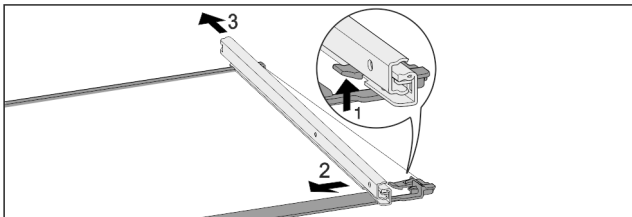

Fig. 120 Placa de sticlă cu șine
- ▶ Apăsați în sus cârligul de blocare frontal. Fig. 120 (1)
- ▶ Îndepărtați șinele de extragere prin împingere în lateral Fig. 120 (2) și spre spate Fig. 120 (3).